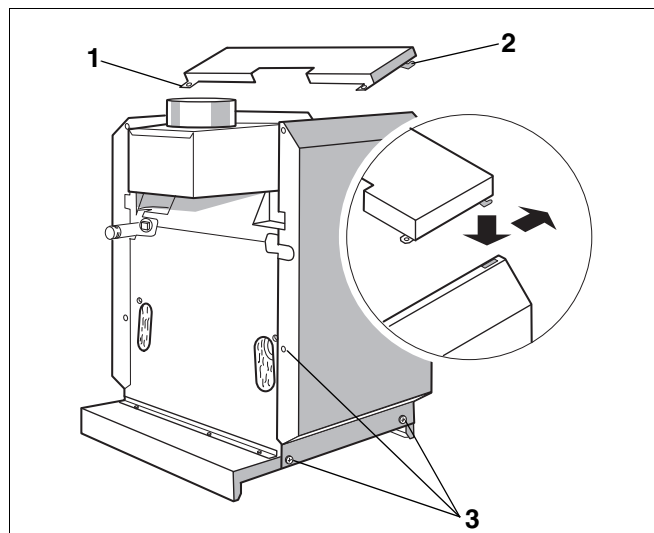

Рис. 14 Боковые стенки и верхняя крышка котла
- Закрепите обе боковые стенки двумя винтами внизу и одним винтом на задней стороне котла (Рис. 14, **поз. 3**).
- Если боковые крюки (Рис. 14, **поз. 2**) передней крышки котла не вставляются, то подогните их плоскогубцами и вставьте сзади в удлиненные отверстия в отбортовке боковых стенок.
- Прикрепите оба задних язычка (Рис. 14, **поз. 1**) передней крышки двумя саморезами к задним стенкам.